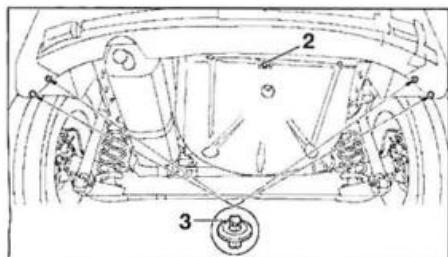

FIG. 77
- Desmontar las grapas de fijación (1) y (3) (fig. 77).
- Aflojar la tuerca (2) (fig. 77).